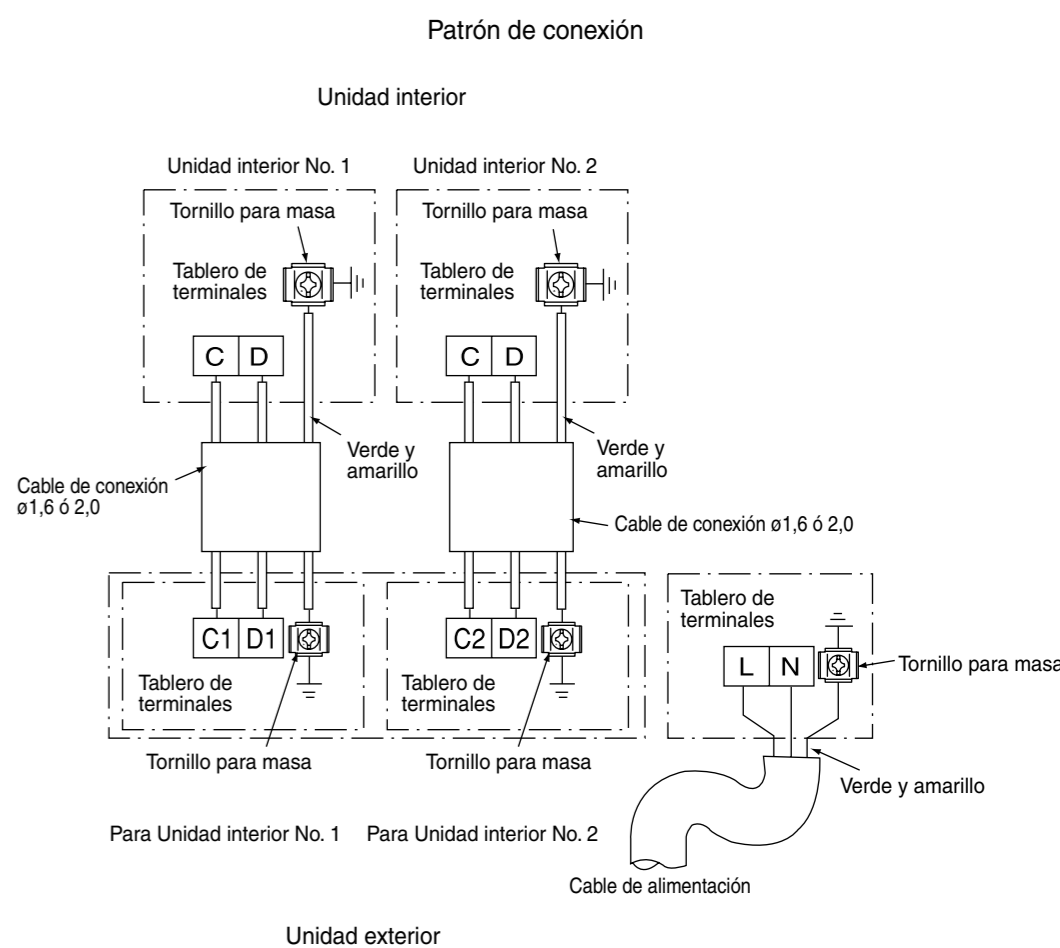

Figura 3-1
- Conecte los cables entre la unidad interior y la unidad exterior como se muestra en la Figura 3-1. Nunca conecte mal los cables, de otra forma, las unidades no funcionarán normalmente.
- La conexión del cable debe hacerse según la Figura 3-1, de modo que el no. de unidad interior se corresponda con el no. de unidad exterior en el cuadro de conexiones.